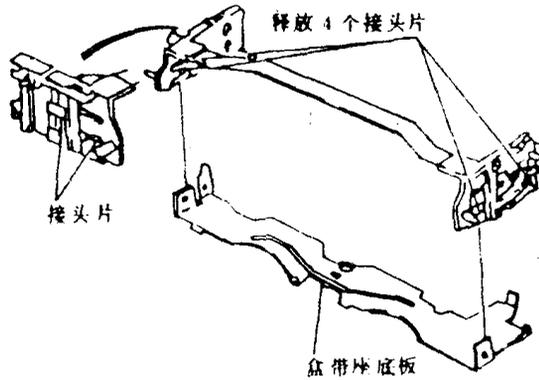

图 1-16
步骤:①释放盒带座组件两边的 4 个接头片,如图 1-16 所示。
②分离出盒带座底板。